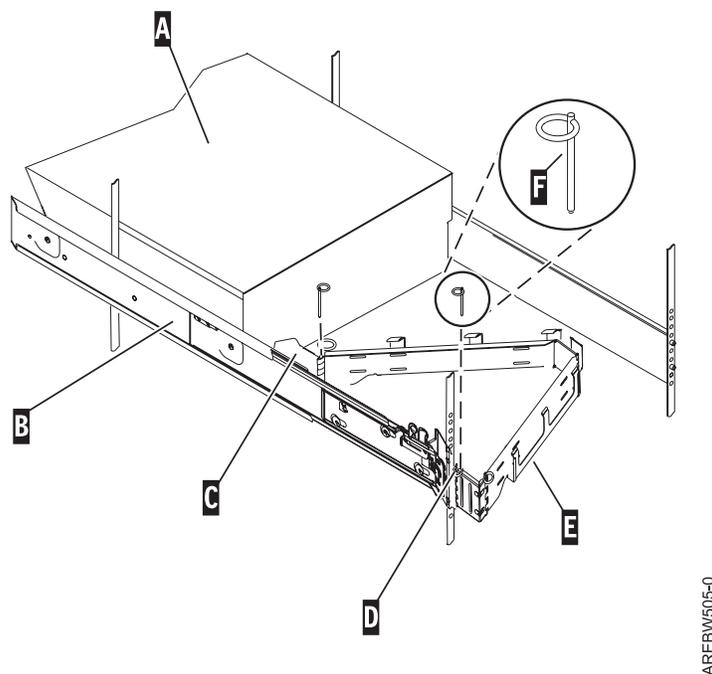

Figure 31. Fixation du bras de routage des câbles
3. Utilisez la broche F pour fixer le bras de routage des câbles E sur le châssis de l'armoire D comme indiqué dans la figure 31, à la page 39.
4. Utilisez la deuxième broche F pour fixer l'autre extrémité du bras de routage des câbles à la bride C qui est fixée sur la partie coulissante de la glissière système de gauche B, comme indiqué dans la figure 31.